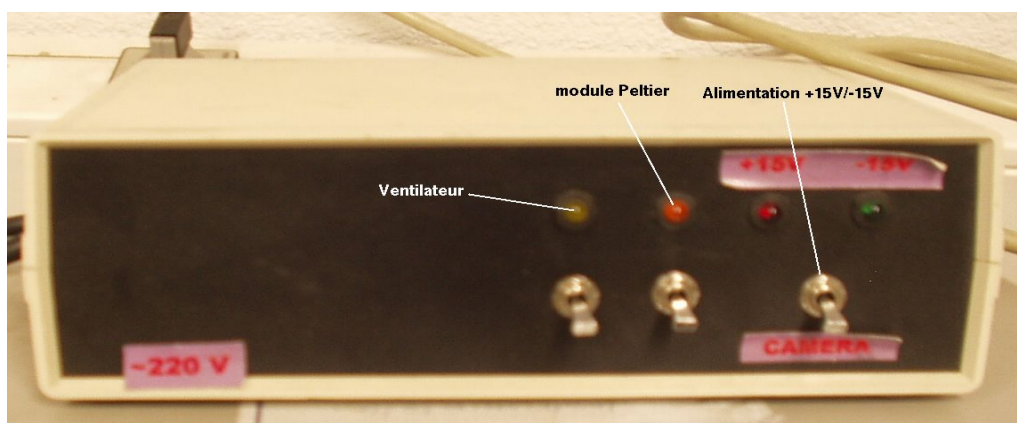

Figure 1 – Boîtier d'alimentation de la caméra (interrupteur général au dos du boîtier).
- Le boîtier noir d'alimentation de la caméra (Figure 1);
- 1 plaquette sur laquelle est déportée la chaîne d'acquisition complète (capteur CCD + chaîne électronique analogique/numérique); ce qui permet de visualiser à l'oscilloscope les différents signaux de contrôle de chaîne d'acquisition et le signal de sortie du CCD (Figure 1);
Le boîtier d'alimentation possède un interrupteur général placé à l'arrière (cf. Figure 1). La mise sous tension de la caméra se fait dans l'ordre suivant : allumer l'alimentation +/-15 V (permettant d'alimenter les différents étages du capteur et de la chaîne électronique), puis celui du ventilateur. **Ne pas allumer le module de refroidissement Peltier** (qui permet de refroidir le capteur CCD en dessous de 0°C).